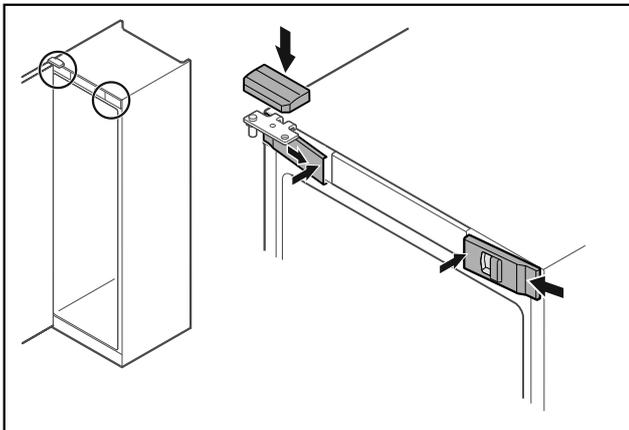

Fig. 51
- ▶ Enganche las cubiertas frontales Fig. 51 (1) lateralmente y encájelas por dentro.
- ▶ Encaje la cubierta superior Fig. 51 (2) desde arriba.